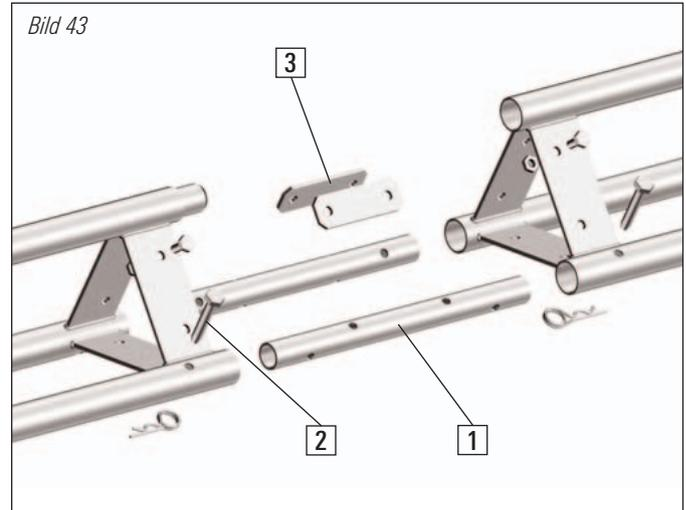

Bild 43
Die Fahrschienen werden untereinander mit 2 Rohrverbindern (1) und 4 Bolzen (2) am Untergurt und durch 2 Laschen (3) mit 2 Schrauben am Obergurt verbunden (siehe Bild 43).